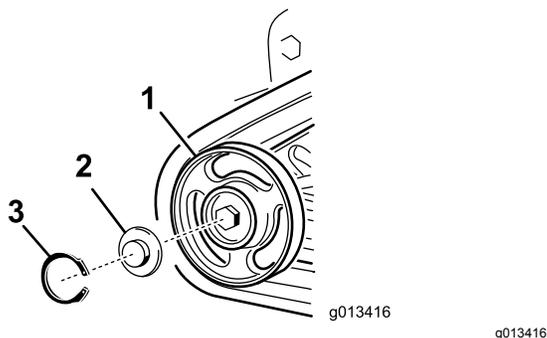

図 47
**注** 必要に応じ前外側のロードホイールも外してください。このホイールを外すには、ロードホイールの中央についているスナップリングとキャップを外します 図 47。そして、ホイールの中央についているボルトとガスケットを外し、機体からホイールを取り外します。